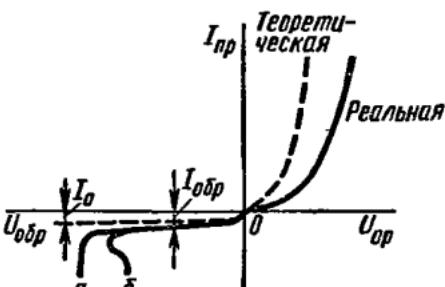

Рис. 1.3
**Пробой диода.** При обратном напряжении диода свыше определенного критического значения наблюдается резкий рост обратного тока (рис. 1.3). Это явление называют пробоем диода. Пробой диода возникает либо в результате воздействия сильного электрического поля в  $p-n$ -переходе (рис. 1.3, кривая  $a$ ) (электрический пробой может быть туннельным или лавинным), либо в результате разогрева перехода при протекании тока большого значения и при недостаточном теплоотводе, не обеспечивающем устойчивость теплового режима перехода (рис. 1.3, кривая  $b$ ) (тепловой пробой). Электрический пробой обратим, т. е. он не приводит к повреждению диода, и при снижении обратного напряжения свойства диода сохраняются. Тепловой пробой является необратимым. Нормальная работа диода в качестве элемента с односторонней проводимостью возможна лишь в режимах, когда обратное напряжение не превышает пробивного значения. Возможность теплового пробоя диода учитывает-